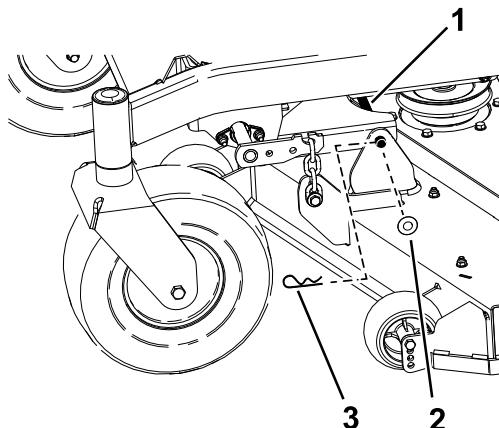

Figura 75
6. Retire la chaveta y la arandela que sujetan el pasador de enganche al bastidor y a la carcasa; retire el pasador de enganche (Figura 75).
9. Sujete el perno de enganche con las chavetas y las arandelas que retiró anteriormente (**Figura 75**).